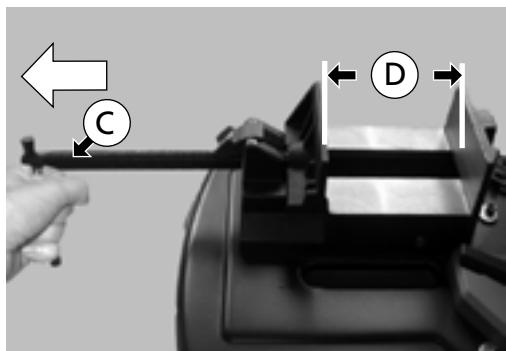

Fig. 16
2. Retirer la tige de serrage (C) - (fig. 16) - dans le sens de la flèche pour insérer la pièce à couper dans l'ouverture (D) - (fig. 16).